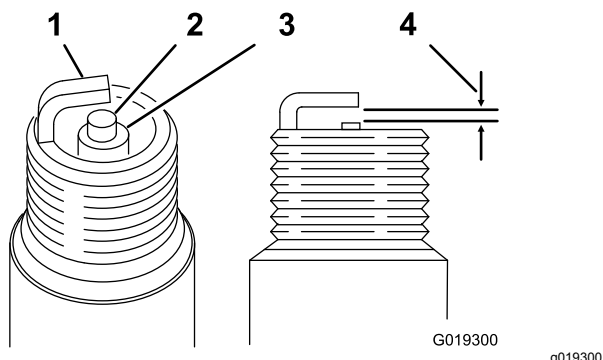

Figura 32
Distancia entre electrodos: 0,70 a 0,80 mm; consulte Figura 32
4. Ajuste la distancia entre electrodos a entre 0,70 y 0,80 mm, tal y como se muestra en la Figura 32.